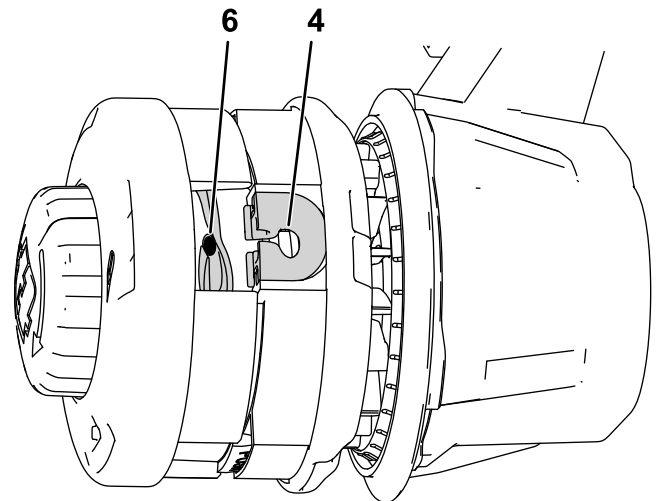

Figure 13
4. Enfoncez et tournez le bouton sur la tête de coupe jusqu'à ce que la flèche sur le bouton soit en face de la flèche sur la bobine (Figure 13).